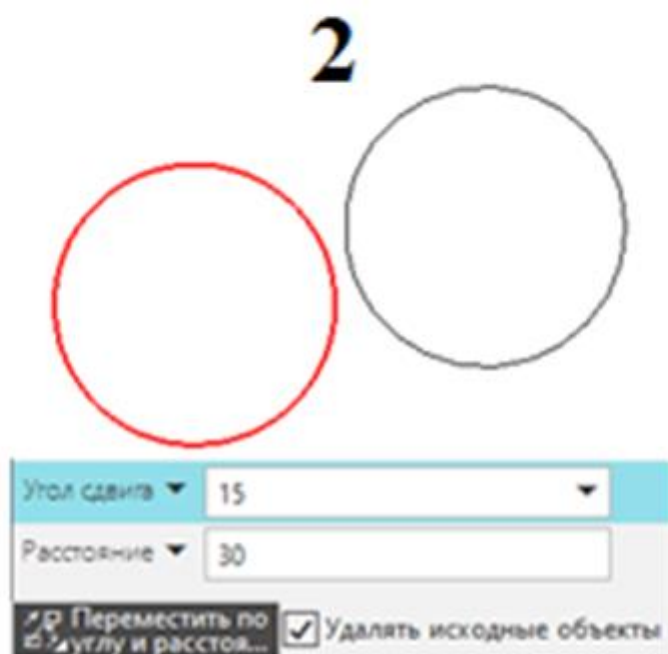

Рисунок 96 – Переместить:
Для перемещения объекта по координатам необходимо выделить объект, после чего воспользоваться данной командой, рис. 96 (1). При перемещении необходимо указать точку перемещения. Можно вручную задавать координаты перемещения по осям ОХ и ОУ.
При перемещении объекта, можно воспользоваться вводом угла и расстояния, рис. 96 (2). Тем самым перемещение будет осуществляться по гипотенузе.